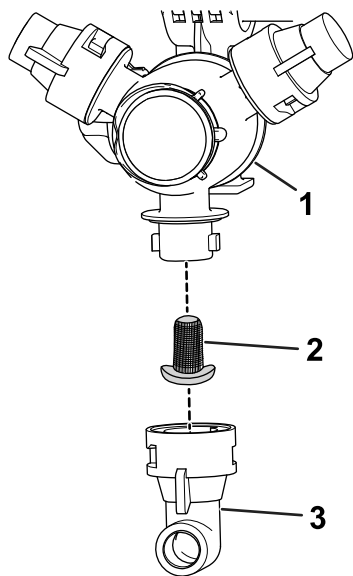

图 57
2. 从喷嘴转动架卸下喷嘴图 57。
3. 拆下喷嘴过滤器图 57。
5. 安装喷嘴过滤器图 57。
6. 将喷嘴安装到喷嘴转动架上图 57。